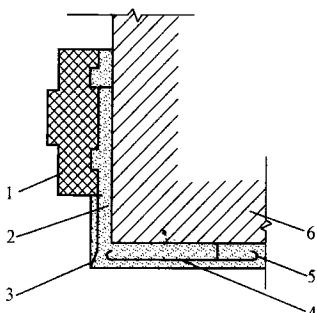

图 1-20 暗护角
① 暗护角做法。在墙面抹灰前清扫浇水，根据灰饼厚度抹上水泥砂浆；粘好八字靠尺并找好部位吊直（图 1-20），用 1:2 水泥砂浆分层抹平，等砂浆稍平，再用素水泥浆捋出小圆角。